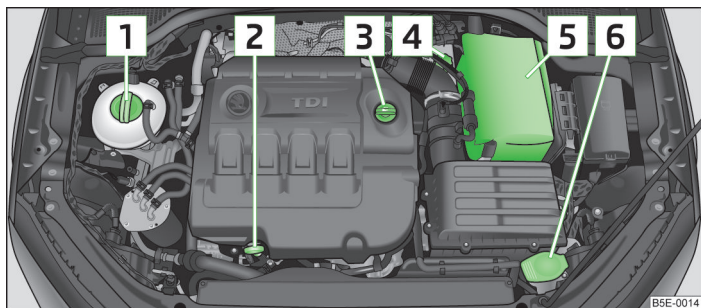

Fig. 148 Prezentarea în principiu: Compartimentul motor
- » Deșurubați capacul orificiului de umplere cu ulei » fig. 148 la pagina 174.